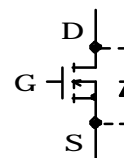

図4
- FETにはいろんな種類があるが、パワエレで使用するFETはほぼNチャンネルのMOS型FET(図4)に限られる。
- このFETは本来はドレイン、ソース、ゲート全ての端子相互間に導通がないのであるが、実際にはFETの内部にドレインとソースの間に図4に示すような寄生ダイオードが形成されている。